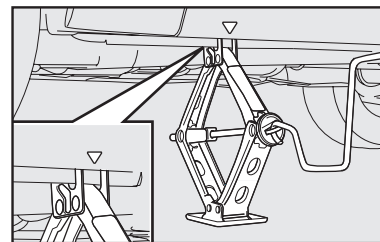

fig. 10
- Coloque el crique en el símbolo **B**-fig. 10 o **11** cerca de la rueda que va a cambiar y asegúrese de que la ranura A del crique esté bien introducida en el larguero **C**.